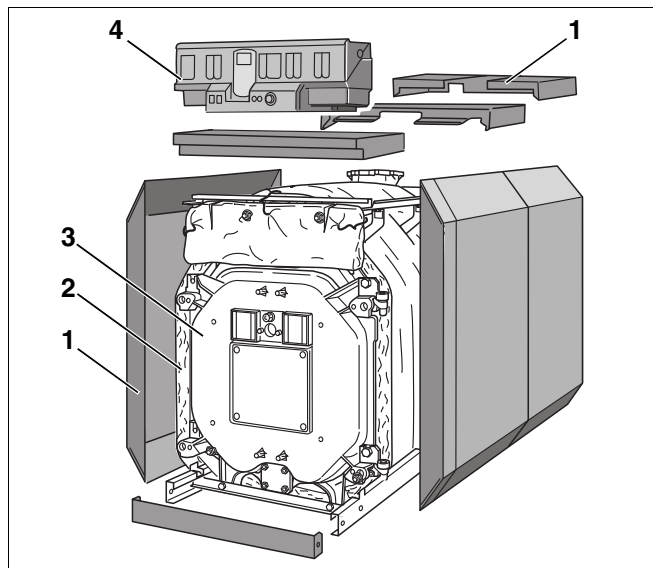
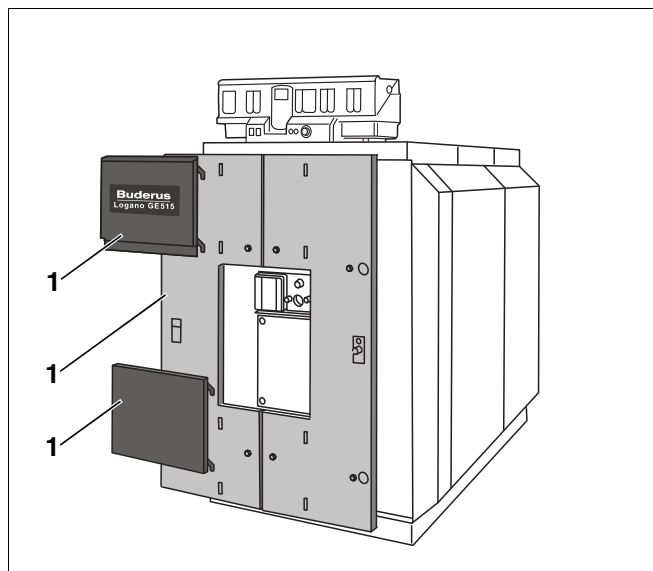

Рис. 1 Специальный отопительный котел Logano GE515 на дизельном и газовом топливе
Рис. 2 Специальный отопительный котел Logano GE515 на дизельном и газовом топливе
- Блок котла (рис. 1, **Поз. 3**).
- Обшивка котла (облицовка рис. 1 и рис. 2, **поз. 1**), теплоизоляция (рис. 1, **Поз. 2**).
- Система управления (рис. 1, **Поз. 4**)